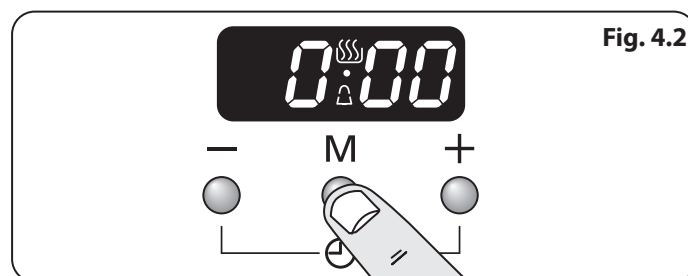
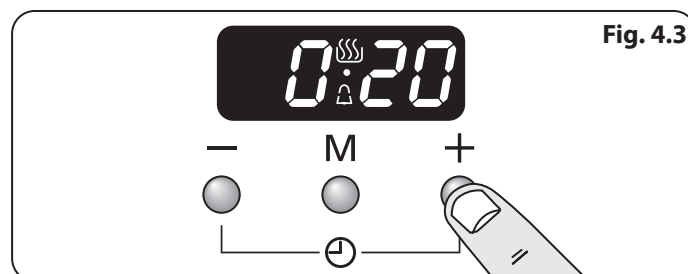

Fig. 4.2
Fig. 4.3
1. Appuyer sur le bouton mode [M] une fois (Fig. 4.2). Le symbole de la cloche [🔔] clignotera sur l'écran. Sélectionner le compte à rebours souhaité entre 00.01 h et 23.59 h à l'aide du bouton [+] (Fig. 4.3). Le compte à rebours débutera automatiquement et le symbole [🔔] s'affichera à l'écran.